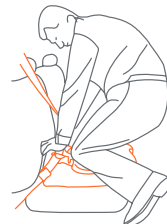

Fig. 42-3
6. La instalación apropiada de la sillita de seguridad o la base requiere que el cinturón de seguridad esté muy ceñido. Para ceñir el cinturón de seguridad, empuje con fuerza hacia abajo con su rodilla o mano la sillita de seguridad o la base mientras tira y ajusta el cinturón de seguridad. **Verifique que no existan partes flojas en el cinturón de seguridad en ninguno de los dos lados de la sillita de seguridad ni la base, ni en ningún lugar a lo largo de la disposición del cinturón, y que el cinturón de seguridad esté completamente ceñido (Fig. 42-3 y 40-4).**